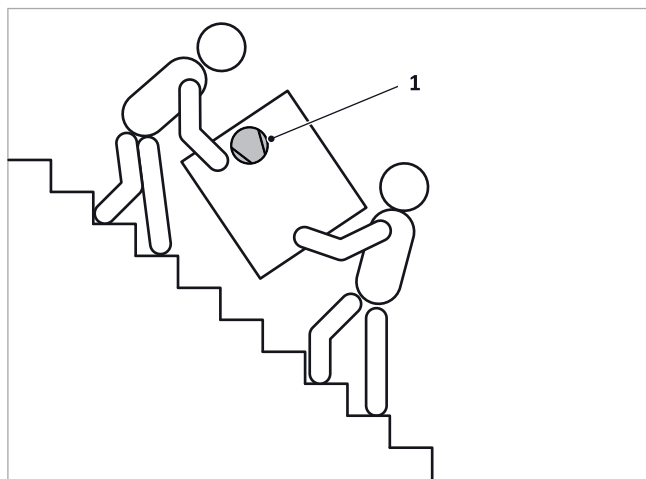

Abb. 2: Transport auf der Treppe
- Wenn das Gerät beim Transport angekippt werden muss, darf dies nur kurzzeitig über eine der Längsseiten geschehen, der Verdichter, siehe → Abb. 2 (1), soll sich dabei stets oben befinden